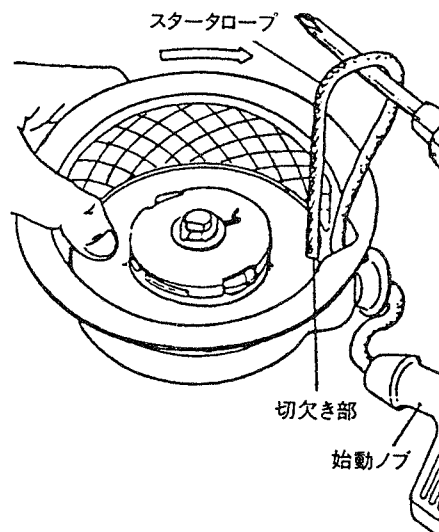

Fig 12-1
(1) リコイルスターをエンジンから取り外ずして下さい。（ボックス、スパナ等で）
(2) 始動ノブを引き、スタータロープを30～40cm引き出し、リールの切欠き部が、スタータロープの出口に来た所で、リールが逆転しないようにFig 12-1のように親指でしっかり押えてドライバーでスタータロープをリコイルスタータの内側に引き出します。
- (1) 2～3回始動ノブを引きスタータロープを少し引出して見て下さい。
- ① 始動ノブが重く引けない場合は部品が指示通り組付けられているか再確認して下さい。
- ② ラチェットが作動しない場合は、スプリングが入っているか再確認して下さい。
- (2) 始動ノブを引きスタータロープを一杯まで引出して見て下さい。
- ① リール内にスタータロープが残っているか、又はスタータロープが全々戻らない場合はゼンマイに無理が掛っていますので、スタータロープを Fig 12-1 の要領で1～2回巻戻して下さい。
- ② スタータロープの戻りが弱い、又は始動ノブが途中で垂下がる場合は摩擦部に数滴モビール油を注油して下さい。それでも直らない場合は1～2回巻込んで下さい。(この場合ゼンマイに無理が掛っていない事を前記の要領で確認して下さい)
- ③ ゼンマイの外れる音がして、スタータロープがリレー内に巻込まれなくなった場合はもう一度最初から組直して下さい。